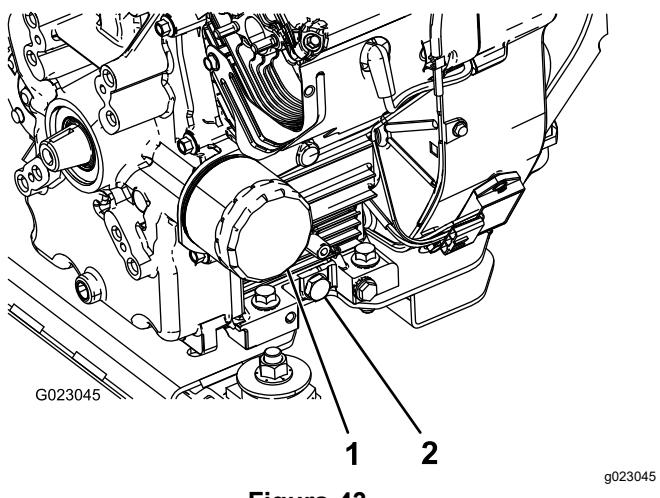

Figura 43
- Retire o tampão de escoamento (Figura 43).
- Retire o filtro do óleo (Figura 43).
- Coloque o filtro de substituição no adaptador do filtro. Rode o filtro de óleo no sentido dos ponteiros do relógio até que a junta de borracha toque no adaptador do filtro e, em seguida, aperte o filtro mais 1/2 volta (Figura 43).